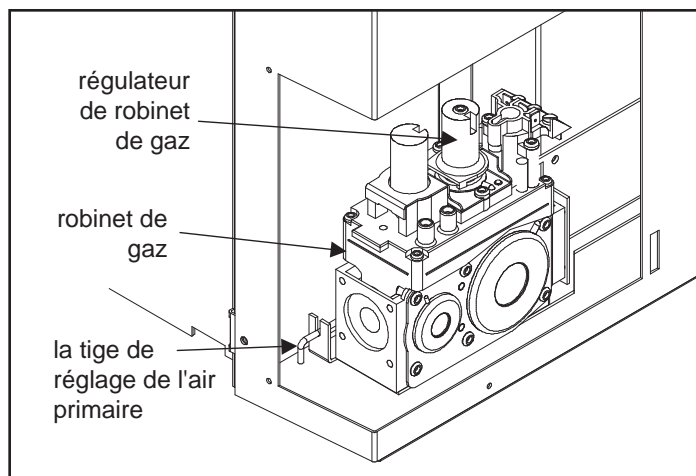

Figure 4: soupape de gaz en place sur l'unité
1. Arrêtez le gaz à la cheminée. **Sinon récemment fait, enlevez le verre et laissez l'unité aérer pendant au moins cinq (5) minutes pour dégager n'importe quel gaz.** Ouvrir le gaz au réchauffeur. Essai d'étanchéité tous les joints avec de l'eau savonneux. **N'EMPLOYEZ JAMAIS LA FLAMME NUE POUR L'ESSAI DE FUITE.**
2. Commencez le pilote en pressant le bouton de commande de gaz et en le tournant au PILOTE. Tout en tenant le bouton de commande de gaz dedans, pressez l'allumeur piézo-électrique plusieurs fois jusqu'à ce que le pilote commence. Tenez le bouton de commande de gaz dedans pendant 30 secondes. Vérifiez que le pilote a entièrement engoulé le thermocouple (voyez Figure 4).
Le volet d'air est commandé par la tige de réglage d'air primaire situé derrière la soupape de gaz représenté sur la figure 4.